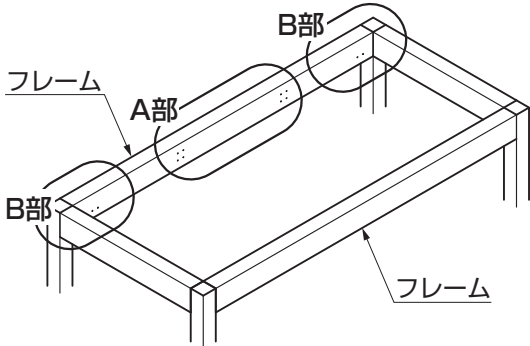
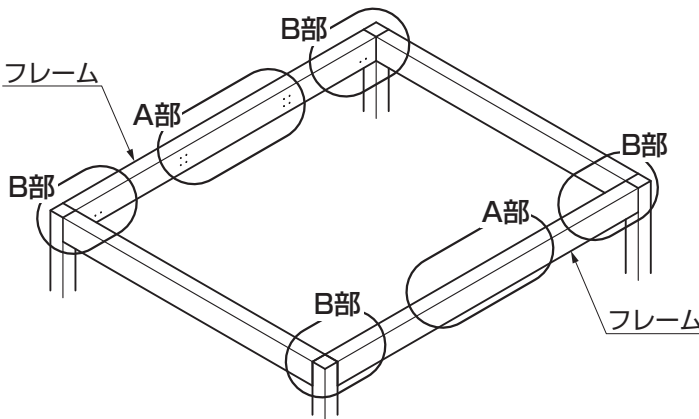
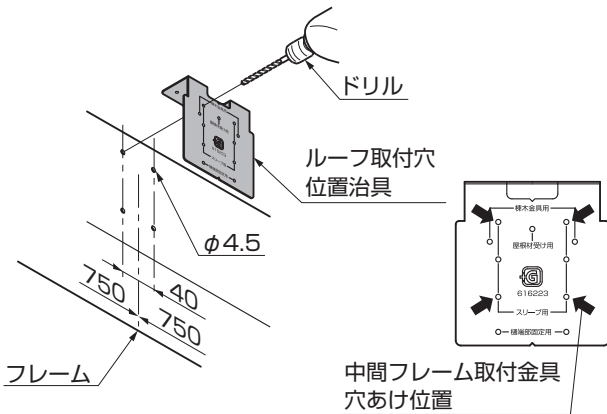
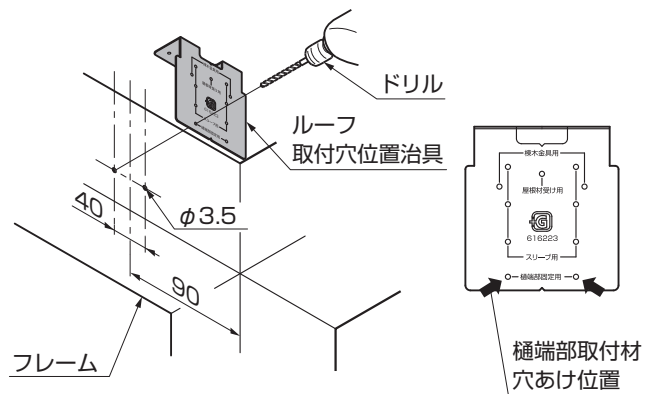

図2-1 シングルの場合
図2-3 ダブルの場合
図2-5 A部中間フレーム取付金具の穴あけ
図2-6 B部樋端部取付材の穴あけ
- ① ルーフ取付穴位置治具をあて、ケガキ、ドリルでφ4.5の穴を雨樋を取付ける側のフレームにあけてください。(図2-1、図2-3、図2-5参照)
- ② フレーム面から90mm程度の位置にルーフ取付穴位置治具をあて、ケガキ、ドリルでφ3.5の穴を雨樋を取付ける側のフレームにあけてください。(図2-1、図2-3、図2-6参照)